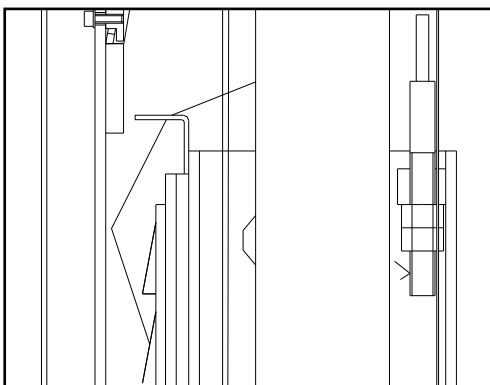

Abb. 14
- ◆ Halten Sie beide Kabel beim Anheben oder Absenken im Gleichgewicht. (Abb. 14)